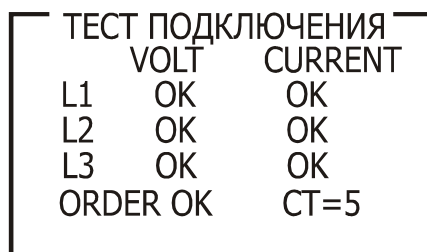

Рис. 15
- Нажмите Enter. На дисплее появится экран проверки подключения (рис. 15):